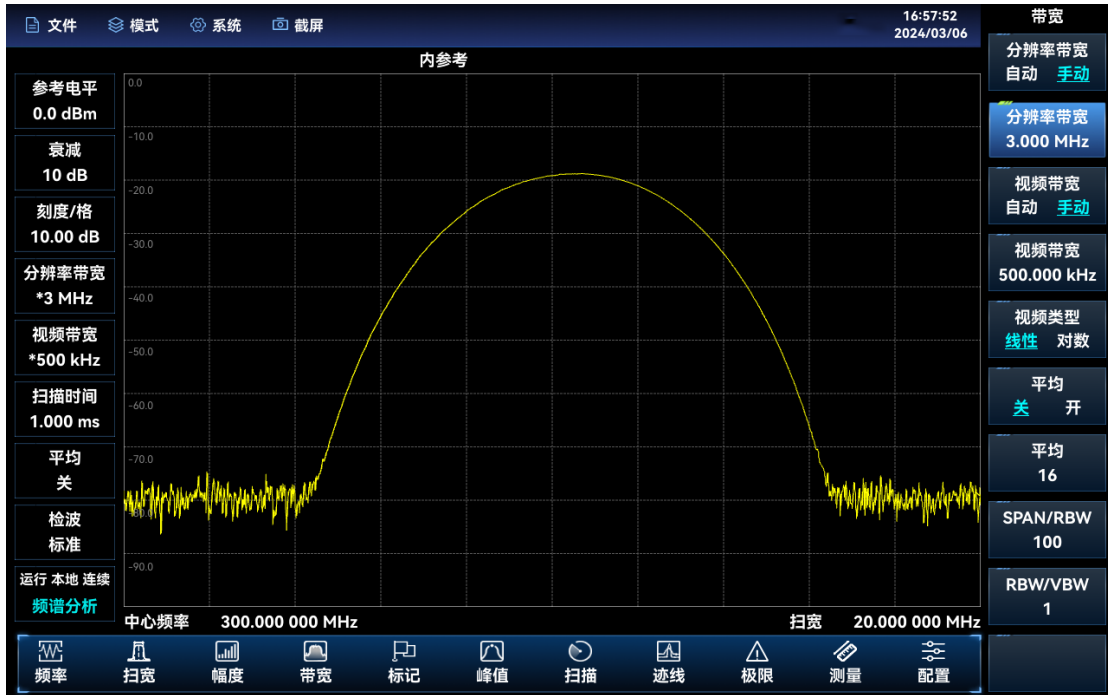

图 3.26 不能区分两个等幅信号
- 此时可以看到频谱分析仪显示屏幕中只有一个信号峰值，还无法区分两个频率间隔很近的信号，如图 3.26 所示。